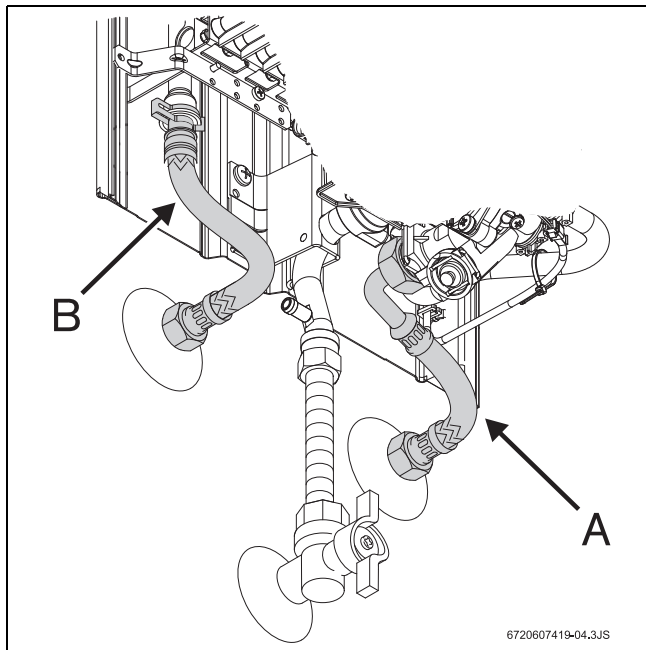

Fig. 13 Raccordement d'eau
- Identifier le tuyau d'eau froide (→ Fig. 13, [A]) et le tuyau d'eau chaude (→ Fig. 13, [B]), afin d'éviter l'éventualité d'une fausse connexion.